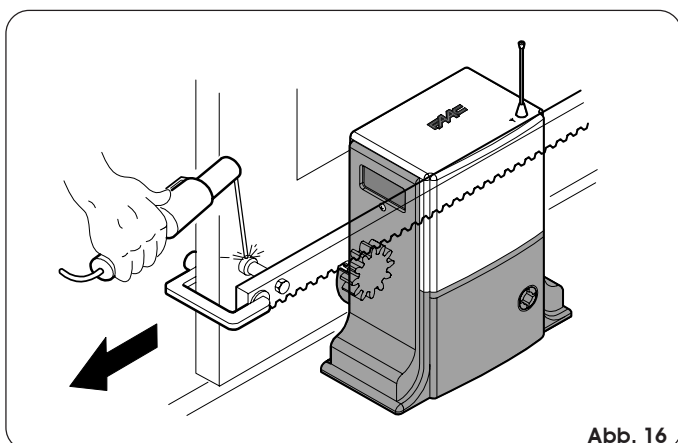

Abb. 16
- 3) Das erste Stück der Zahnstange eben auf dem Ritzel auflegen und den Gewindesperrzahn auf dem Tor verschweißen, wie in Abb. 16 gezeigt.